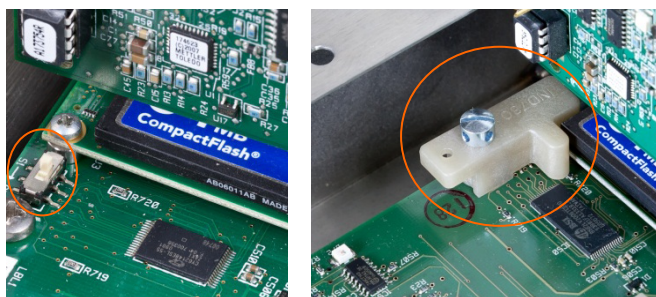

Figura 2-113: Chave de segurança de metrologia (esquerda) e tampa instalada (direita)
2. Instale a tampa de segurança para impedir acesso ao S1, a Chave de Segurança de Metrologia indicada na Figura 2-113.